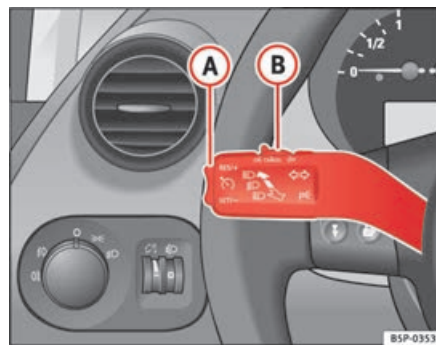

Fig. 147 Leva degli indicatori di direzione e degli abbaglianti: interruttore e tasto di comando del regolatore di velocità
- Spostare verso sinistra l'interruttore ⇒ fig. 147 (A), posizionandolo su **ON**.